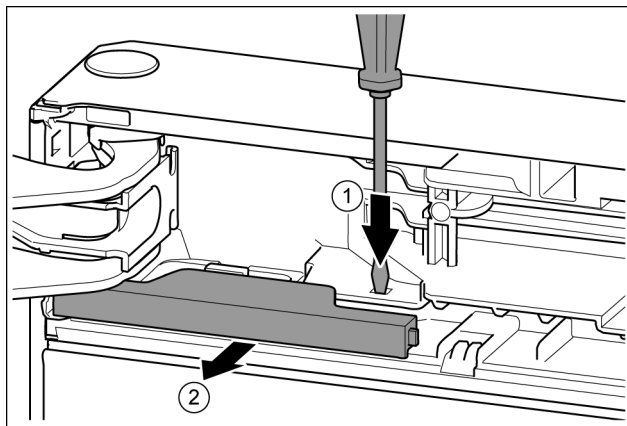

Fig. 11
- ▶ Nyomja a fedőlemezt csavarhúzóval. Fig. 11 (1)
- ▶ Húzza ki a fedelet a reteszelésből. Fig. 11 (2)